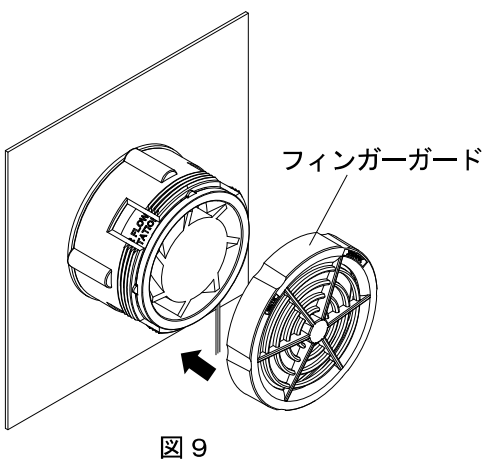

図 9
③ フィンガーガードを取付けてください。
1. フィンガーガードを回転させ、ボデーに緩みのないよう確実に締付けます(推奨締付トルク:5N・m)。(図9, 10参照)